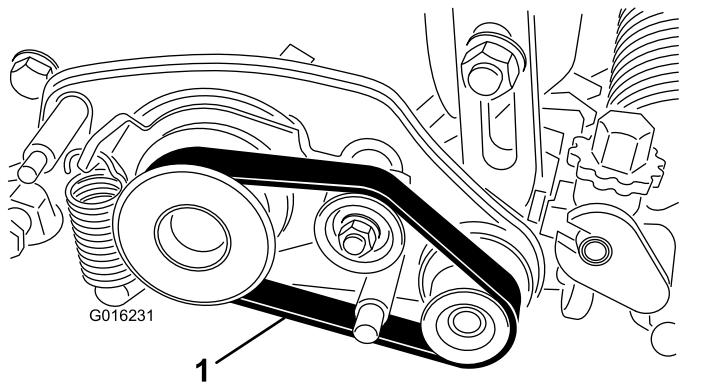

Figura 30
2. Remova a correia da polia da transmissão, polia intermédia e polia acionada (Figura 30).